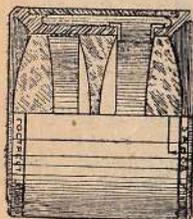

Рис. 5-а. Объектив типа «Триан» (в разрезе).
**ОБЪЕКТИВ** Задача объектива — проектировать на экране картину в увеличенном виде. Объектив состоит из 4 стекол (рис. 5), из
Такого рода объектив носит название «система Петцваля». В последнее время заводом выпущен новый объектив, иной несколько конструкции, который значительно лучше (т.-е. ярче и четче) дает изображение на экране. В нем в отличие от только что описанной системы Петцваля имеется отдельных три стекла (линзы), заключенных также в одну общую оправу и укрепленных в ней винтовыми кольцами. Такой объектив называется: анастигмат типа «Триан» (рис. 5а).